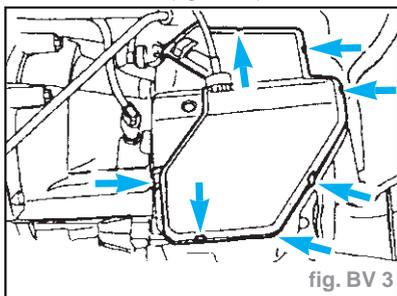

fig. BV 3
- Ouvrir le cache des câbles de passage et de sélection (fig. BV 3).